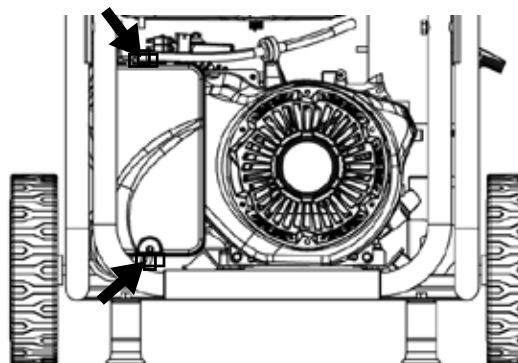

Figura 19 - Clips en el filtro
3. Desenganche los clips en la parte superior e inferior de la cubierta del filtro de aire (Figura 19).